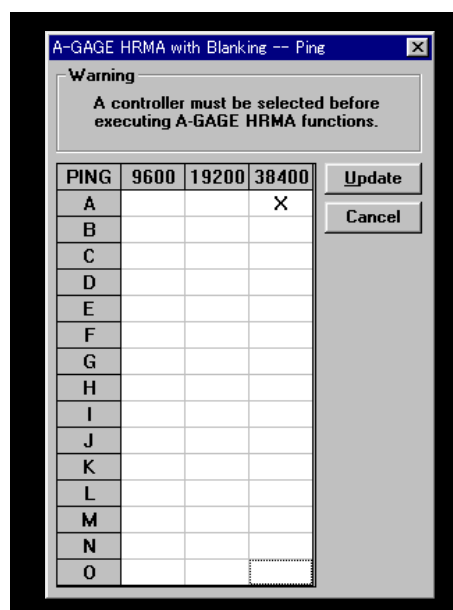

Fig.4-3 Ping実行結果
4. 左図のPING列の“A”から“O”は、コントローラIDを示します。“9600”、“19200”、および“38400”は、ボーレートを示します。初期値は、IDが“A”、ボーレートが“9600”です。割付が完了すると、IDとボーレートの交点に“X”が表示されます。Fig.4-3は、PCに接続されているシステムは1つで、そのコントローラのIDはAで、ボーレートは38400であることを示します。“X”をクリックすると、そのコントローラに対して“Edit PSF”、“Diagnostics”、および“Alignment”のツールが使用可能になります。